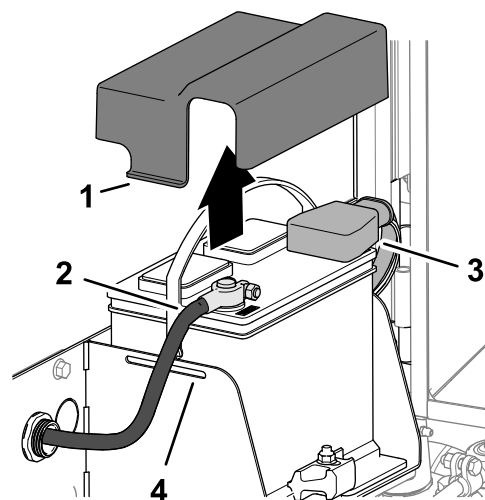

Figure 131
3. Appuyez de chaque côté du couvercle de la batterie et déposez le couvercle du support de la batterie (Figure 131).